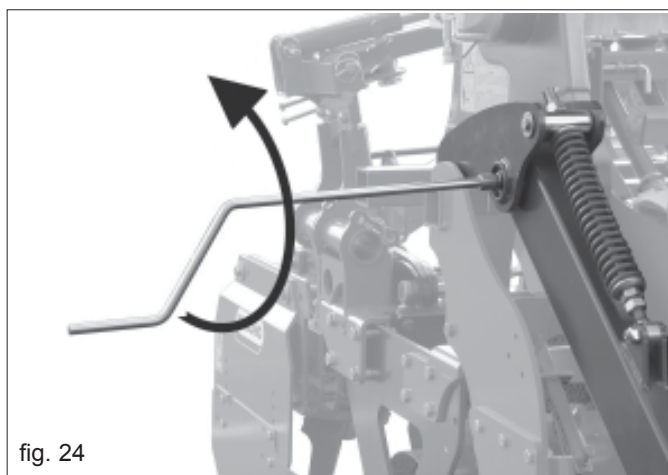

fig. 24
- 4) Lever la roue de transmission en décrochant la broche de blocage. Enchâsser la manivelle dans le bras de transmission (Fig. 24) et tourner en sens horaire.
- pour les grandes quantités il est recommandable d'utiliser la manivelle sur le bras de transmission (Fig. 24), pour tourner l'axe agitateur, en contrôlant ainsi la quantité en décharge sur les cuves; pour les petites quantités à décharger, déplacer le levier du doseur outre la position 9 (Fig. 29).